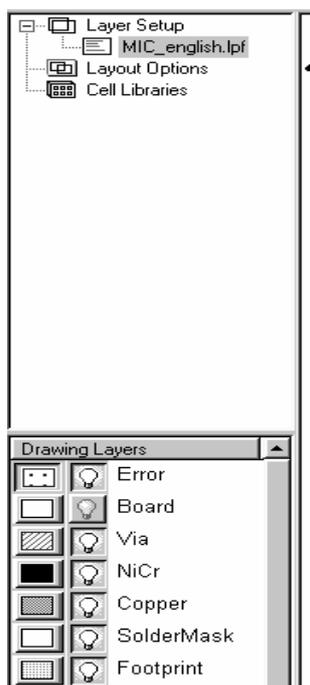

Рис. 5.1
4. Выделите файл **MIC_english.lpf** и нажмите **Открыть**. Окно менеджера топологии будет выглядеть, как показано на рис. 5.1.